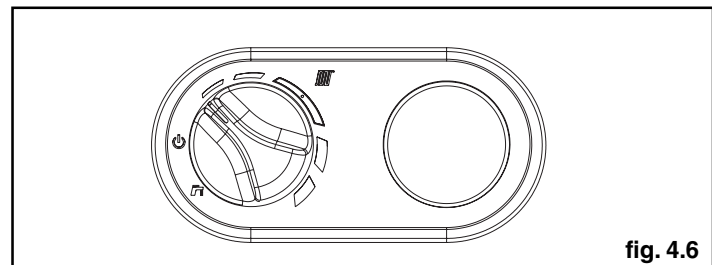

fig. 4.6
- ruotare la manopola di regolazione temperatura acqua riscaldamento (fig. 4.6) fino a raggiungere il valore di minimo riscaldamento come indicato nella tabella multigas a pagina 6